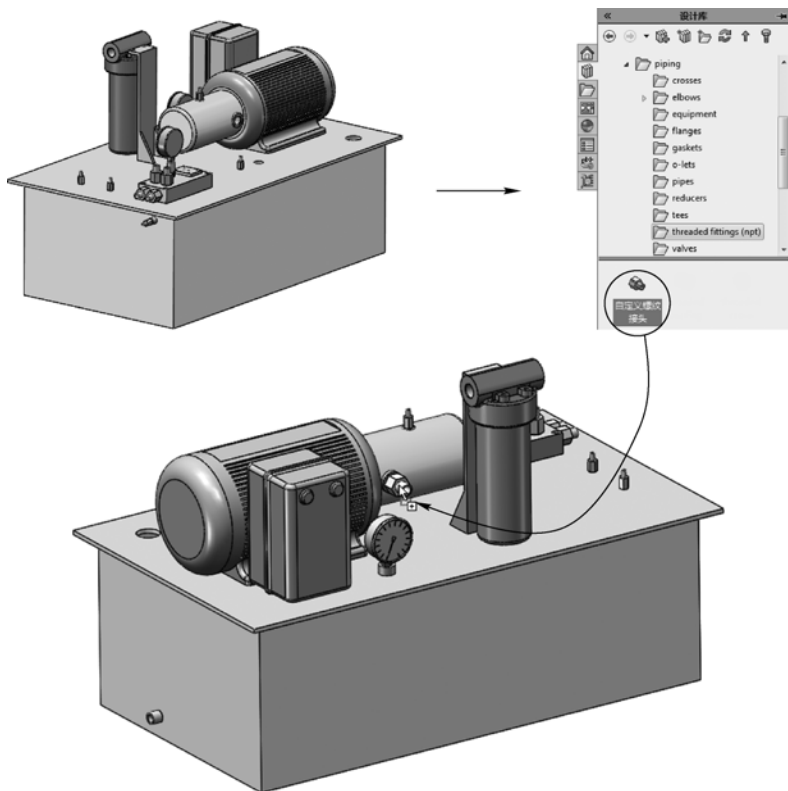

图 3-23 打开素材文件并拖动接头
STEP 1 打开本书提供的素材文件“液压站.SLDASM”, 如图 3-23 左上图所示, 拖动“自定义螺纹接头”到模型的接口位置处, 如图 3-23 其余图形所示(需首先将本书提供的素材文件“自定义螺纹接头.SLDPRT”, 复制到“C:\ProgramData\SolidWorks\SolidWorks 2016\Design Library\routing\piping\threaded fittings (npt)”文件夹中)。